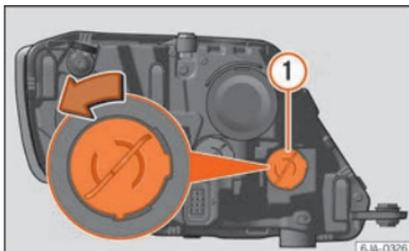

Fig. 94 Sostituzione della lampadina degli indicatori di direzione.
- Girare il portalampada »» **fig. 94** (1) in senso antiorario e toglierlo.